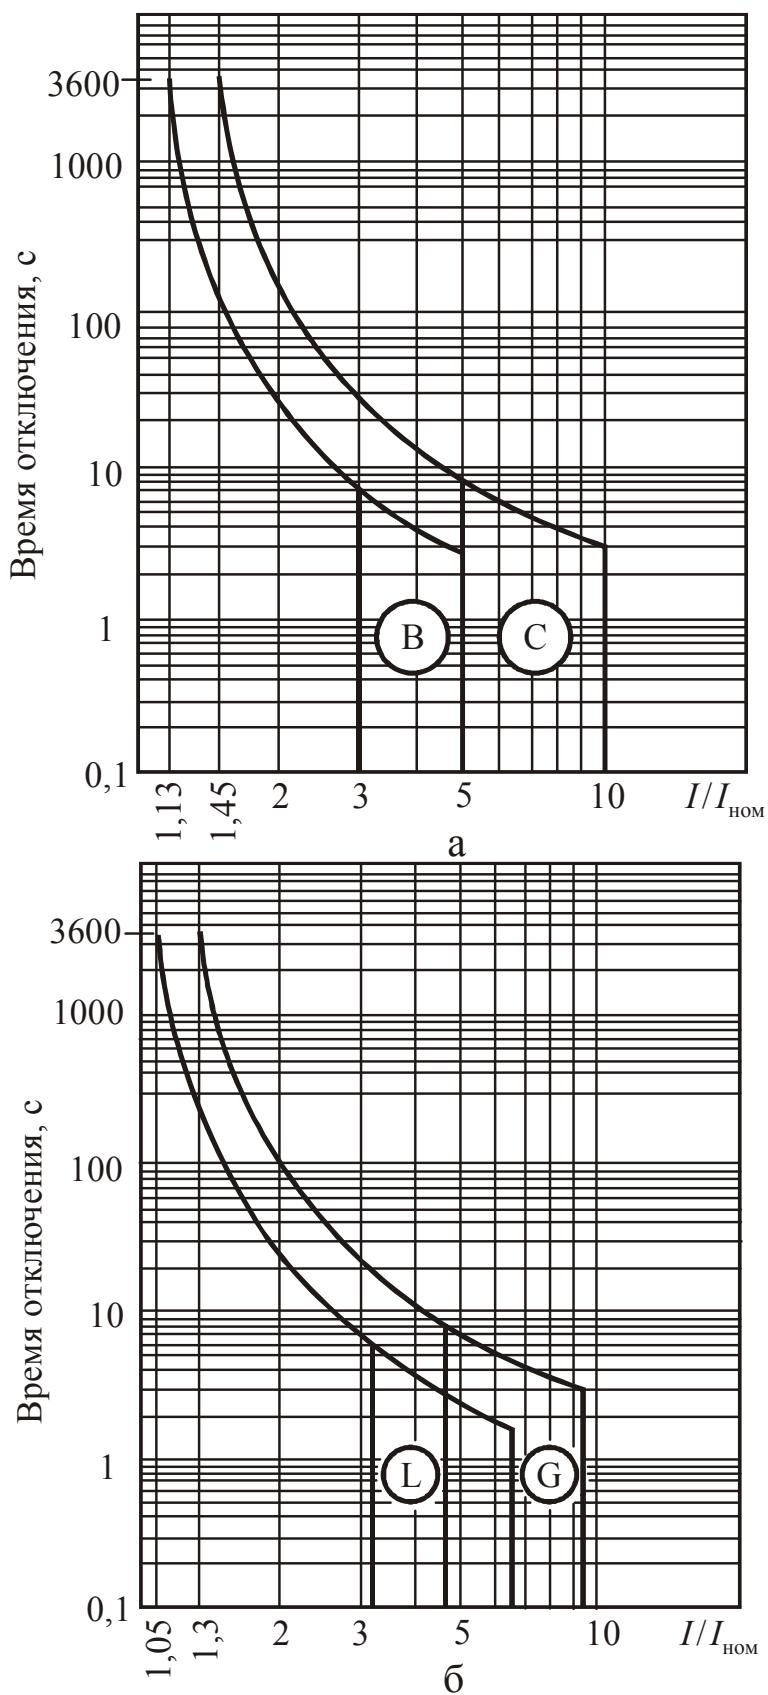

Рис.6.2. Времяточковые характеристики автоматических выключателей BM40:
**Автоматические выключатели ВМ40.** Основные технические данные выключателей приведены в таблице 6.1, а их защитные характеристики – на рис. 6.2.